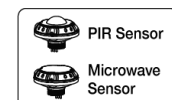

Figure 11
**STEP 2:** Twist-lock the DC sensor to the base properly, and use remote control 86/219 to adjust the mode as desired. See Figure 11.
**ÉTAPE 2:** Serrez correctement le capteur c.c. au socle en le vissant et utilisez la télécommande 86/219 pour régler le mode, au besoin. Voir la Figure 11.